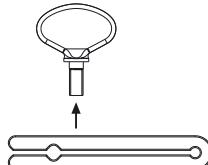

Abb. 7
- Abziehhilfe demontieren, siehe Abb. 7.